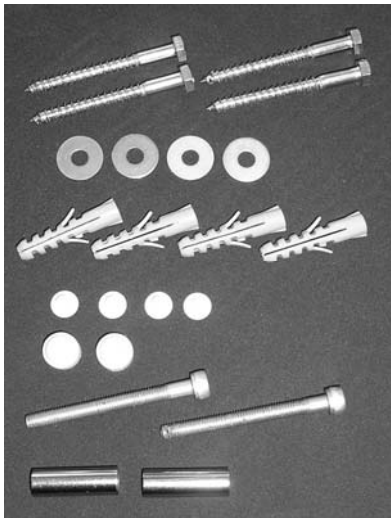

Imagen 2
- 1 x bolsita con piezas pequeñas (véase imagen 2)